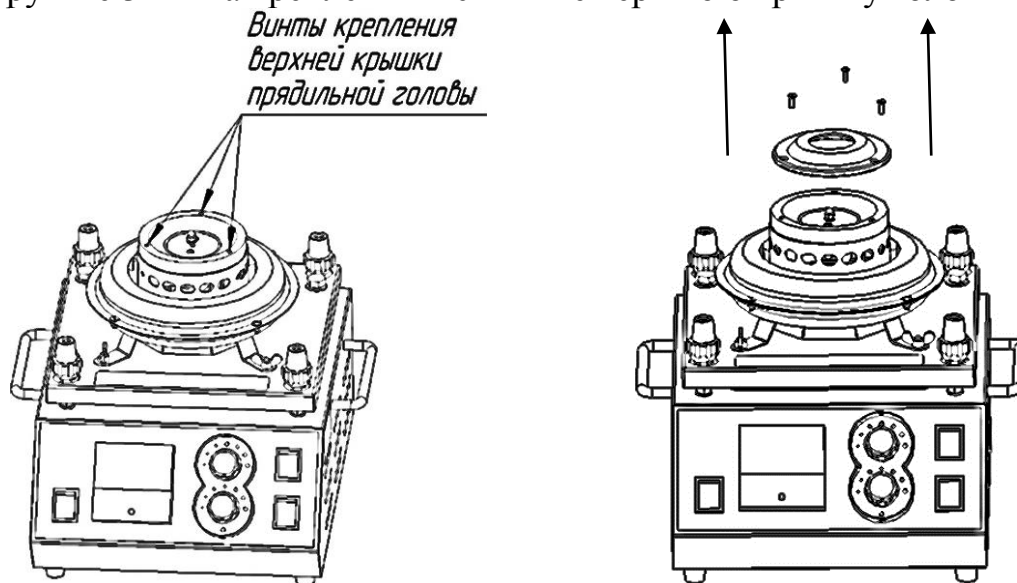

Рис.6
- открутите 3 винта крепления и снимите верхнюю крышку головы (Рис.6):